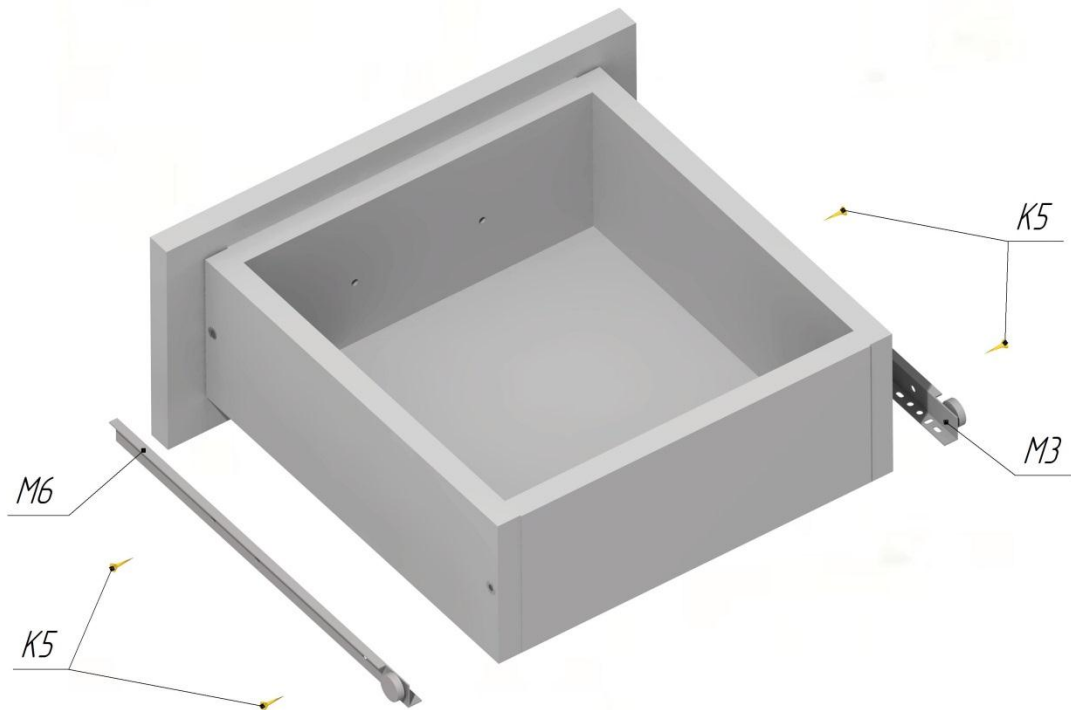

Рисунок 14
20. Прикрепить направляющие М6 и М3 к корпусу ящика с помощью саморезов К5 (4шт). См.Рис.14.